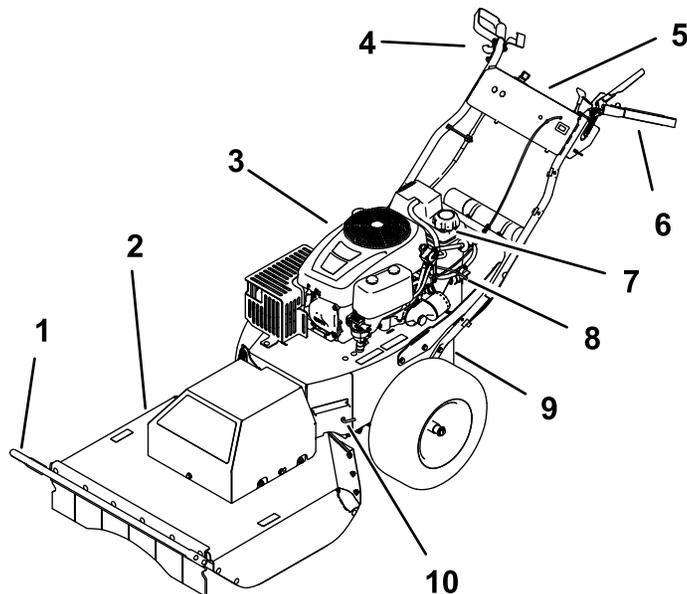
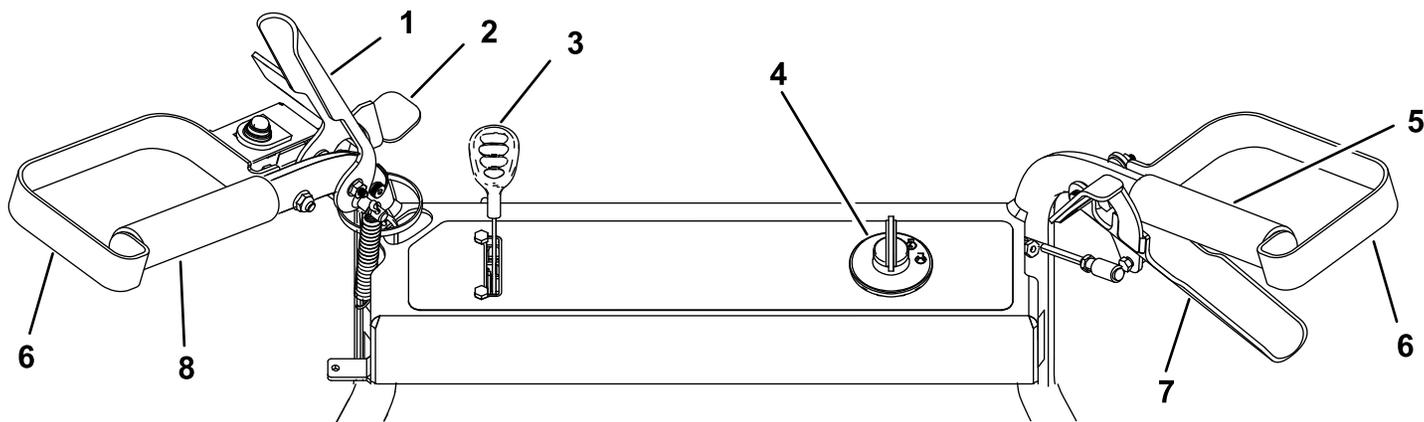

Рисунок 6
Рисунок 7
Прежде чем запустить двигатель и начать эксплуатацию машины, ознакомьтесь с функциями всех органов управления (Рисунок 6 и Рисунок 7).
3. Очистите области вокруг крышки топливного бака и снимите ее (Рисунок 6).